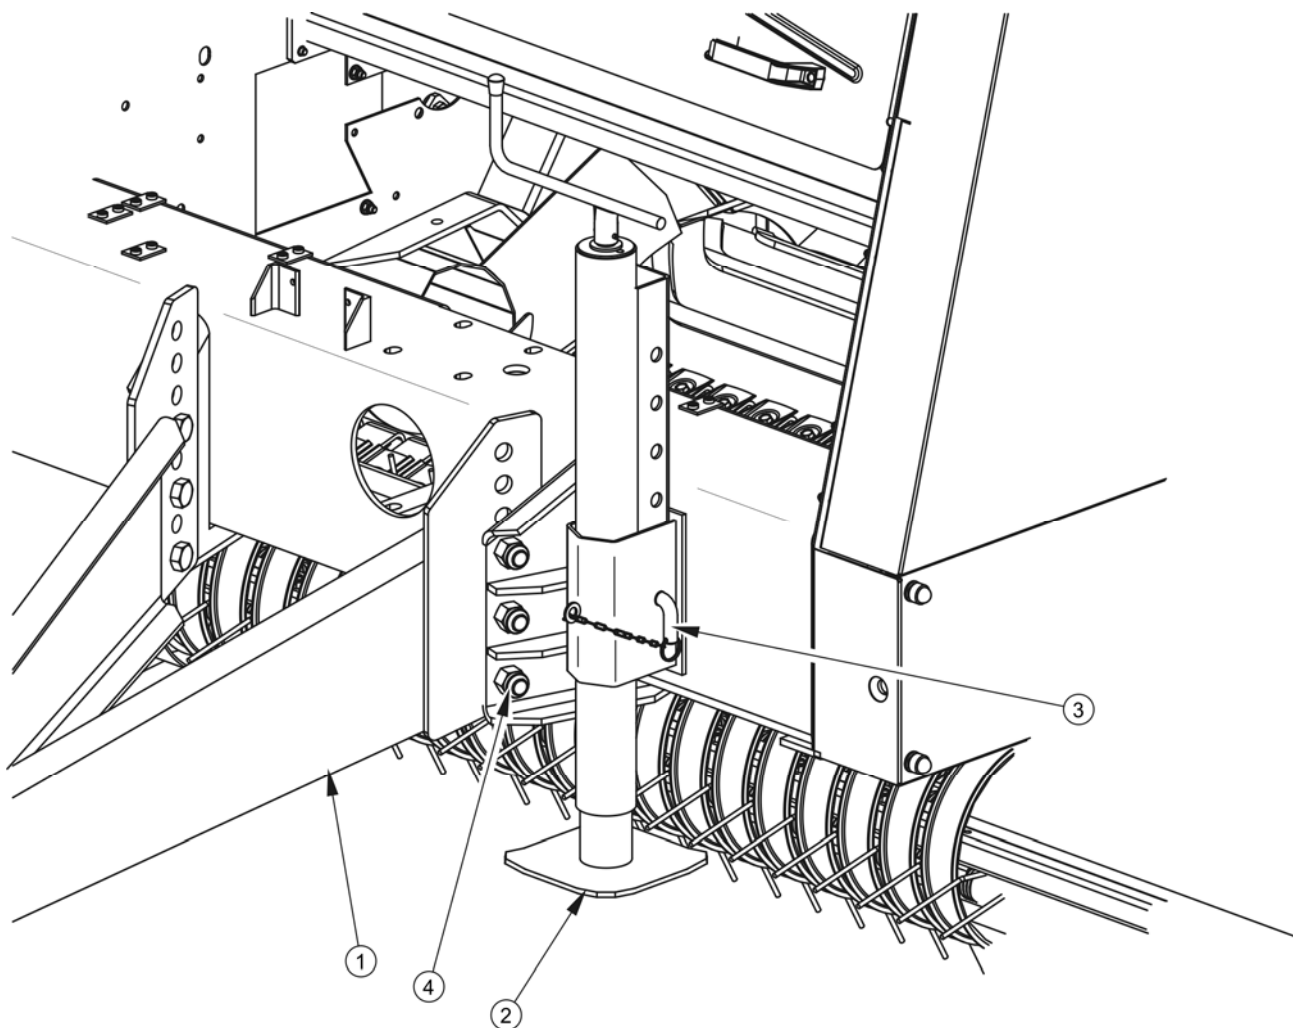

РИСУНОК 5.7 Подготовка пресс-подборщика к регулированию положения дышла по высоте
- ➔ Отвинтить шесть гаек 4 рисунок 5.7 , крепящих дышло 1 к корпусу пресса, снять болты и поддержать дышло со стороны корпуса пресса.